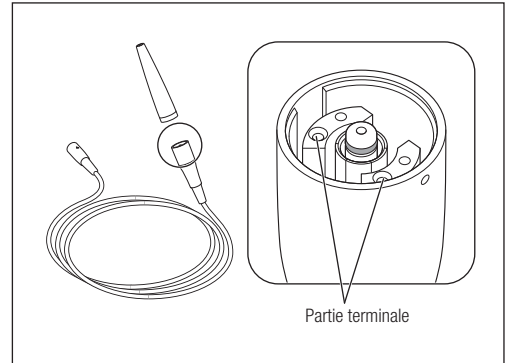

Fig. 36
- N'utilisez pas un bâton pointu ou ne poussez pas la partie terminale lorsque vous nettoyez la fiche de connexion du cordon de la pièce à main. Cela peut causer des dommages, entraînant une défaillance du contact (Fig. 36).